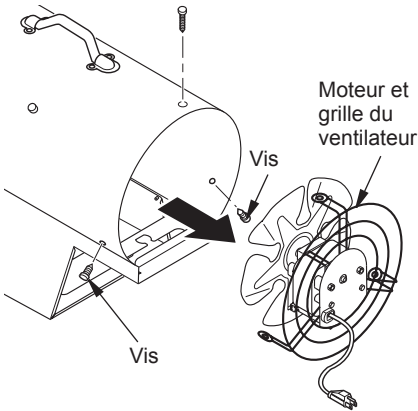

Figure 9 - Remplacement du moteur et de la grille du ventilateur dans l'habitacle
- Remplacez le moteur et la grille du ventilateur à l'arrière de l'habitacle. Assurez-vous que le cordon d'alimentation est placé correctement (voir Figure 9).
- Insérez trois vis dans la grille du ventilateur à travers l'habitacle (voir Figure 9). Serrez les vis à fond.